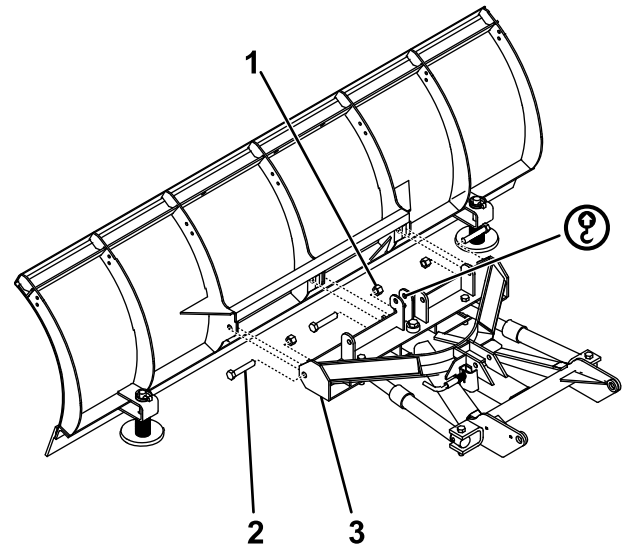

Figure 4
1. Fixez l'avant du cadre de poussée sur la lame de déneigement à l'aide de 3 boulons ($\frac{3}{4}$ po) et écrous autofreïnés (Figure 4).